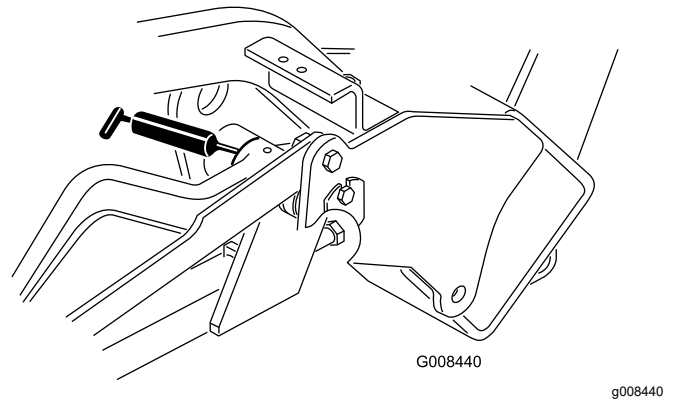

Figura 28
- Bracci di sollevamento (3) (Figura 28)